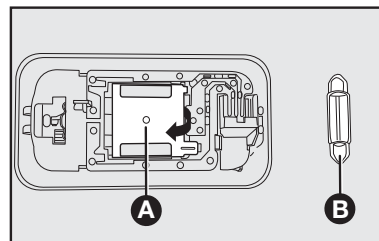

fig. 64
- Abrir a tampa **A-fig. 64**, com auxílio de uma chave de fenda, no sentido indicado pela seta;
- Retirar a lâmpada **B-fig. 64** e substituí-la;